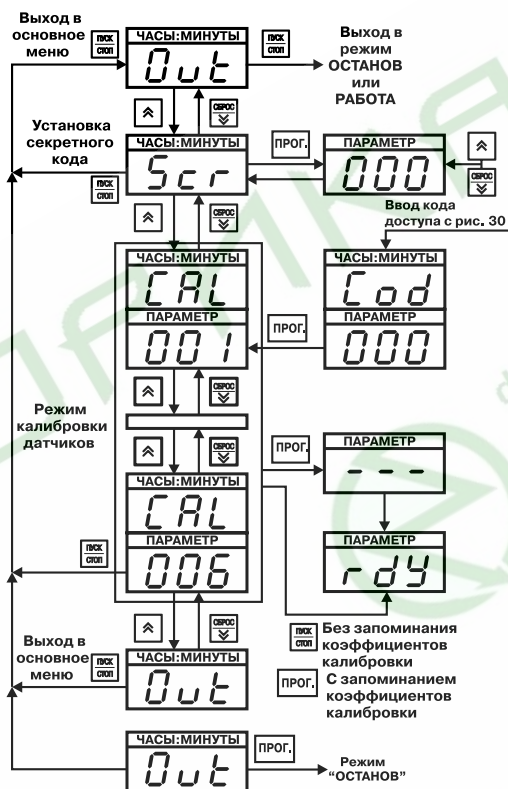

Рис. 33. Схема, поясняющая работу в уровне L4
4.2.5.1. На **рис. 33** изображена схема, поясняющая программирование на уровне L3, где задаются значения параметров автонастройки ПИД-регуляторов.
4.2.6.1. На рис. 33 изображена схема, поясняющая программирование на уровне L4, где задаются значения параметров калибровки датчиков.